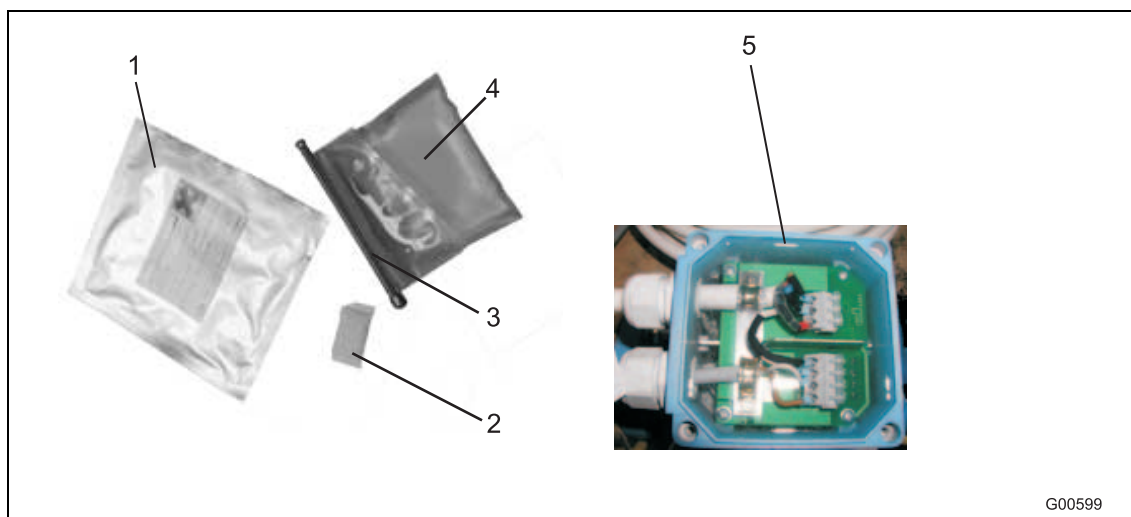

Fig. 24
- Gjut inte för högt i anslutningsboxen, se till att gjutmassan inte kommer i kontakt med O-ring och packning/spår (se figur Fig. 24).